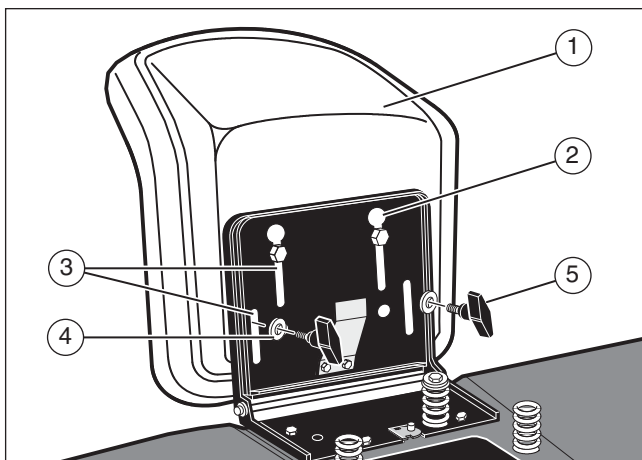

Figura 2
2. Allineare i fori del cardine del sedile (2) con i fori del sedile (1). Fissare il sedile al cardine del sedile con i dispositivi di fissaggio (4) e (5) (Figura 2).
3. Controllare la posizione di guida del sedile. Se il sedile deve essere regolato, allentare i due bulloni ad alette (5). Far scivolare il sedile (1) in avanti o indietro lungo i fori di regolazione del sedile (3). Fissare i bulloni ad alette.